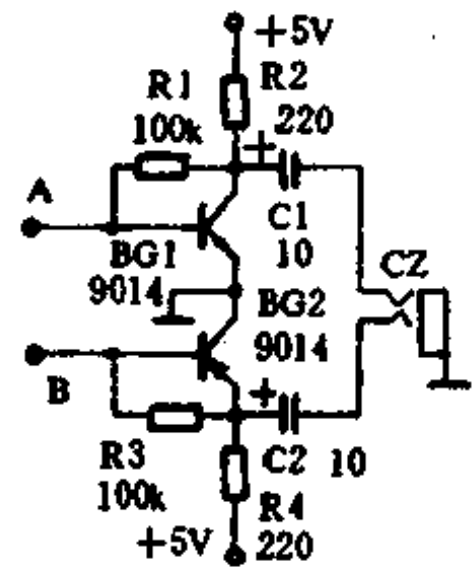

图 1-64
电路如图 1-64 所示。A 端接电脑主机板中央处理器 CPU (6527)的第一模拟信号输出端 SOU (即 6527 的第①脚),B 端接 CPU (6527)的第二模拟信号输出端 SOU 2 (即 6527 的第②脚),电源和地线取自电脑主机上的电源端和地线端。